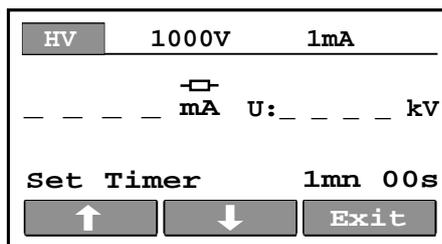

Fig.7. Menú de selección de la duración de la prueba
- **Duración de la prueba (fig. 7)**